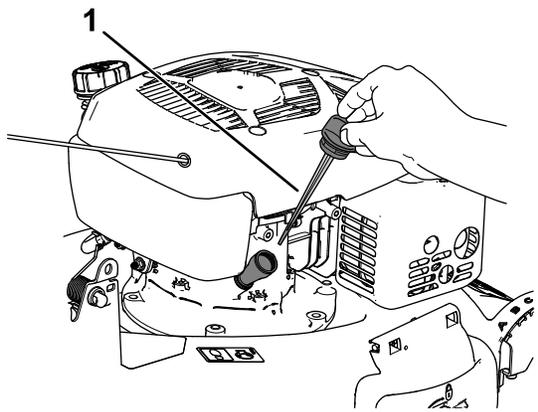

Figura 31
- Retire la varilla girando el tapón en el sentido contrario a las agujas del reloj y tirando del mismo (Figura 31).
- Ponga la máquina de lado (con el filtro de aire hacia arriba) para drenar el aceite usado del tubo de llenado de aceite (Figura 31).